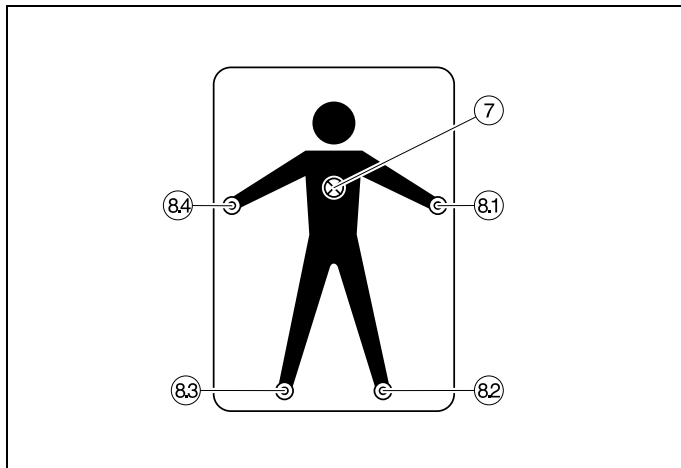

Fig. 4
2.4 Socle avec figurine (582 85); voir Fig. 4
3.2.2 Socle avec figurine (582 85) (fig. 4)